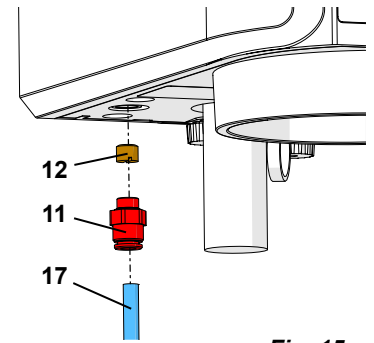

Fig. 15-a
**Indgangsfiler sat på, foran tryklufftilslutningen (fig. 15-b).**
- ⇒ Tryk ringen på indgangsfileret (12) op, og træk tryklufftslangen (17) af.
- ⇒ Tryk ringen på tryklufftilslutningen (11) op, og træk indgangsfileret (12) af.